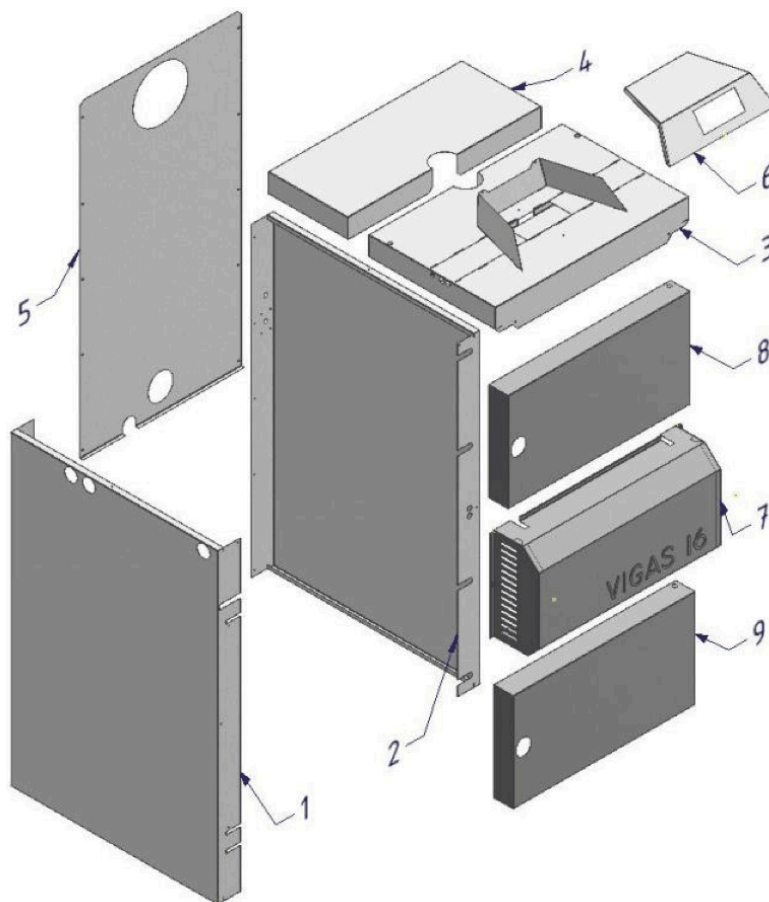

Fig. 4
Prin capace din tablă înțelegem învelișul corpului cazanului, realizat din tablă cu grosimea de 0,8 mm, acoperită prin pulverizare cu vopsea pulbere polimerizată termic. Vopseaua protejează capacele din tablă împotriva coroziunii. În fig. 4 este ansamblul capacelor din tablă VIGAS 16, cu balamalele pe partea **dreaptă**. Dacă părțile de acoperire sunt deteriorate, la comandarea piesei de schimb trebuie specificat „**CODUL piesei de schimb**” conform tab. 4.
RAL 9006 Argintiu – (fig. 4 – poz. 1,2,3,4,5,6)
RAL 7005 Gri – (fig. 4 – poz. 7,8,9)
TIPUL CAZANULUI	Poziția conform fig. 4
3.2.1 Demontarea și montarea capacului superior din față (fig. 4 – poz. 3)
La demontarea capacelor laterale se procedează astfel: mai întâi trebuie demontat capacul superior din față, conform procedurii de mai sus. Apoi se scoate și capacul superior din spate (fig. 4 - poz. 4). Se deșurubează și se scoate capacul ventilatorului (fig. 4 - poz. 7). Înainte de demontarea capacelor laterale, atât ușa superioară, cât și ușa inferioară trebuie să fie suficient de bine închise, pentru ca ușile să nu se deplaseze. Din spate se deșurubează toate șuruburile autofiletante care prind capacul din spate (fig. 4-5), astfel eliberându-se ambele capace laterale, 1 și 2. La demontarea capacului de pe partea balamalelor (2) se slăbesc toate piulițele (8) care apasă pe șaiba zincată (3). La demontarea capacului de pe partea închizătorii (1) se deșurubează cele două șuruburi autofiletante (6) aflate sub închizătoarea ușii. Apoi capacele se pot demonta.
3.2.3 Demontarea și montarea capacului ușii (fig. 4 – poz. 8,9)